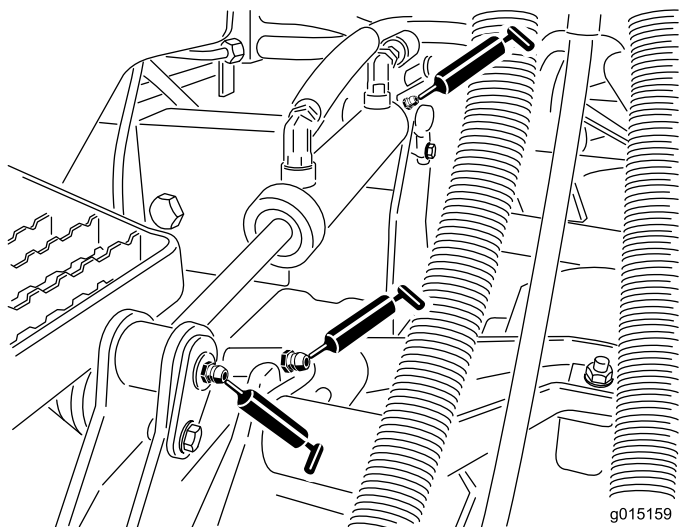

Рисунок 51
- Втулки подъемных рычагов (по 1 шт. на режущий блок) (Рисунок 51)
- Втулки подъемных цилиндров (по 2 шт. на режущий блок) (Рисунок 51)